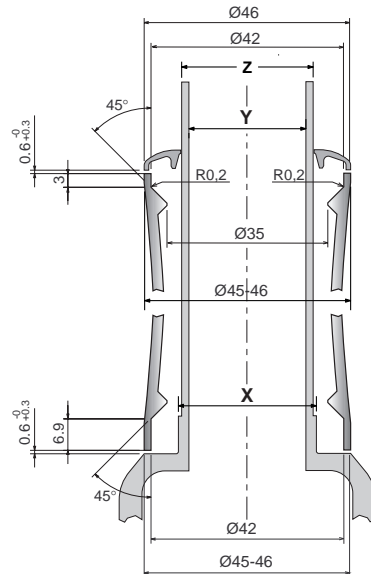

Fig. 1
- Mill the frame head tube with the appropriate tools in order to obtain the correct sizes indicated in fig. 1, pag. 5.
- Das Gabelschaftrohr des Rahmens mit Spezialfräsen nachbearbeiten, so dass seine Maße danach denjenigen in Abb. 1 auf Seite 5 entsprechen.
- Rectifier le tube de direction du cadre à l'aide des fraises appropriées de façon à ce que ses dimensions correspondent, après l'usinage, à celles qui sont indiquées sur la figure 1 de la page 5.
- Ruim de balhoofdbuis van het frame met het daarvoor bestemde gereedschap om de juiste maatvoering te bereiken, zoals is aangegeven in fig. 1, bladzijde 5.